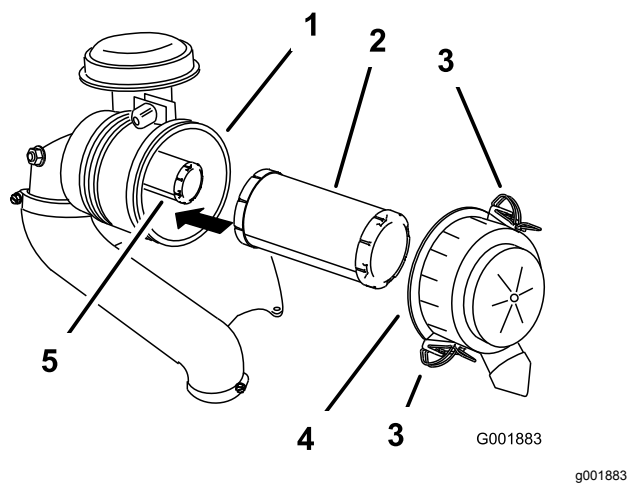

Figura 46
3. Abra los cierres del limpiador de aire y tire de la tapa de la entrada de aire para separarla del cuerpo del limpiador de aire (Figura 46).
5. Extraiga con cuidado el filtro primario de la carcasa del limpiador de aire (Figura 46).
2. Si va a cambiar el filtro interno, deslícelo cuidadosamente en el cuerpo del filtro (Figura 46).
3. Deslice cuidadosamente el filtro primario por encima del filtro de seguridad (Figura 46).
4. Instale la tapa del limpiador de aire y fije los cierres (Figura 46).